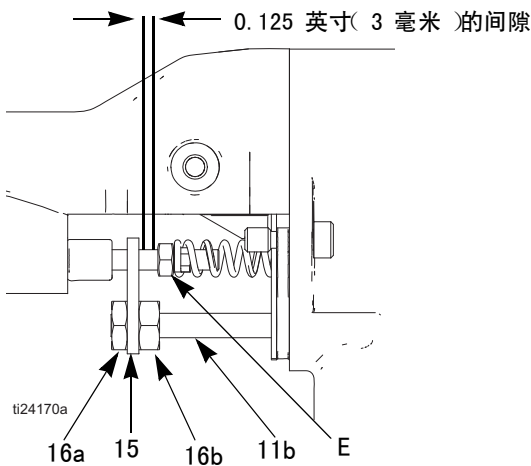

图 33. 致动器臂调节
2. 拆卸空气帽，见第 42 页。拆卸喷枪保护罩 (26)。
3. 拆卸安全螺母 (16)、致动器臂 (15) 和调节螺母 (16)。参见图 33。
3. 拆卸安全螺母（16）、致动器臂（15）和调节螺母（16）。参见图 33。
参见图 33。
3. 卸下调节螺母（16a、16b）和致动器臂（15）。参见图 33。